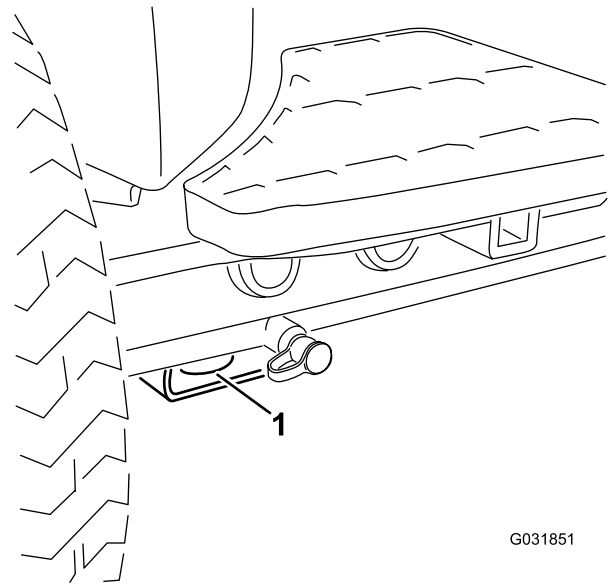

Figura 73
- Amarre la máquina firmemente. Tanto las correas delanteras como las traseras deben orientarse hacia abajo y hacia fuera respecto a la máquina; consulte Figura 73 y Figura 74.
- Delantero – el orificio del bloque rectangular, debajo del tubo del eje, al interior de cada rueda delantera (Figura 73)